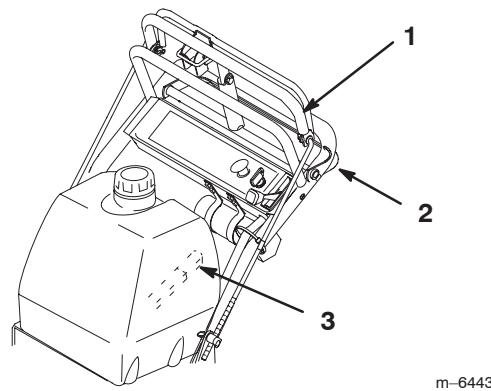

Figure 20
1. Pour vous déplacer en marche avant, sélectionnez un rapport en marche avant (Fig. 20).
3. Appuyez lentement sur la barre de commande supérieure pour avancer (Fig. 20).
Pour vous déplacer en ligne droite, appliquez une pression égale aux deux extrémités de la barre de commande supérieure (Fig. 20).
Pour tourner, relâchez la pression sur le côté de la barre de commande supérieure dans la direction que vous voulez prendre (Fig. 20)
3. Rapprochez lentement la barre de commande inférieure du guidon pour vous déplacer en marche arrière (Fig. 20).
7. Engagez la barre de commande inférieure et soulevez le guidon simultanément pour monter sur la bordure (Figures 20 et 21).
4. Engagez la barre de commande inférieure et soulevez le guidon simultanément (Fig. 20 et 21).